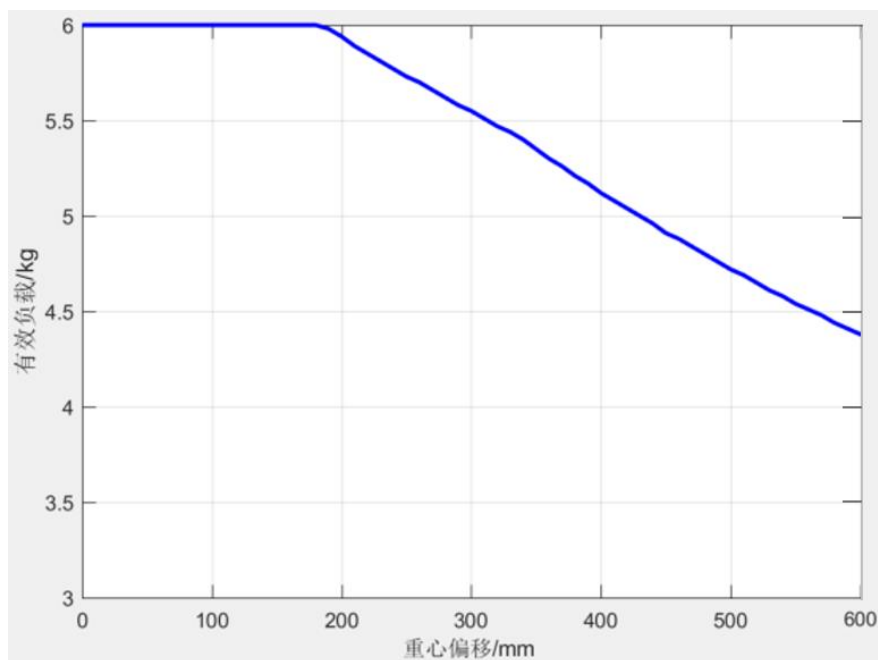

图 B-4 G6L 有效载荷和重心偏移曲线
- G6L 协作机器人有效载荷和载荷重心偏移的关系曲线如图 B-4 所示。